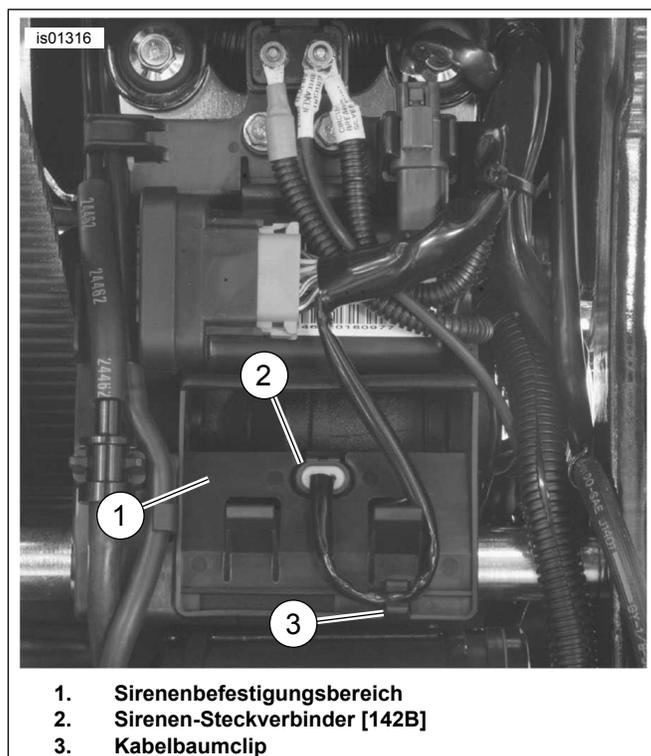

Abbildung 16. Sirenen-Steckverbinder (Softtail-Modelle AUSSER FXCW/C) (Hinterradschutzblech-Ansicht bei ausgebautem Hinterrad)
3. Siehe Abbildung 16. Den Sirenen-Steckverbinder [142B] (2) aus der Buchse im Sirenenbefestigungsbereich (1) der Elektriktafel entfernen.